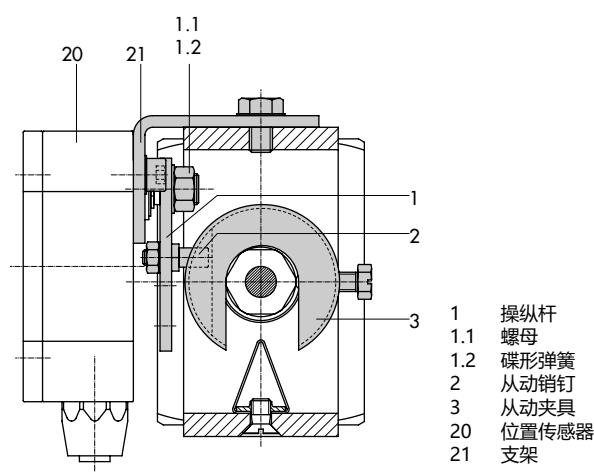

图28：安装至微流量阀
- 参见图28
- 1. 将操纵杆 (1) 放置在位置传感器的中间位置并将其固定到位。松开螺母 (1.1) 并将标准连接 M 操纵杆 (1) 与碟形弹簧 (1.2) 共同从传感器轴上卸下。
- 2. 使用螺钉将位置传感器 (20) 固定到支架 (21) 上。
3. 从附件中选择 S 操纵杆 (1) 并将从动销钉 (2) 用螺钉固定到销钉位置 17 的孔内。将操纵杆 (1) 和碟形弹簧 (1.2) 放置在传感器轴上。将操纵杆放置在中间位置并将其固定到位。拧上螺母 (1.1)。
4. 将从动夹具 (3) 放置在阀杆接头上，呈直角对齐并用螺钉固定。
5. 将带有位置传感器的支架 (21) 放置在阀门支架上并用螺钉固定，确保从动销钉 (2) 滑入从动夹具 (3) 的凹槽中。